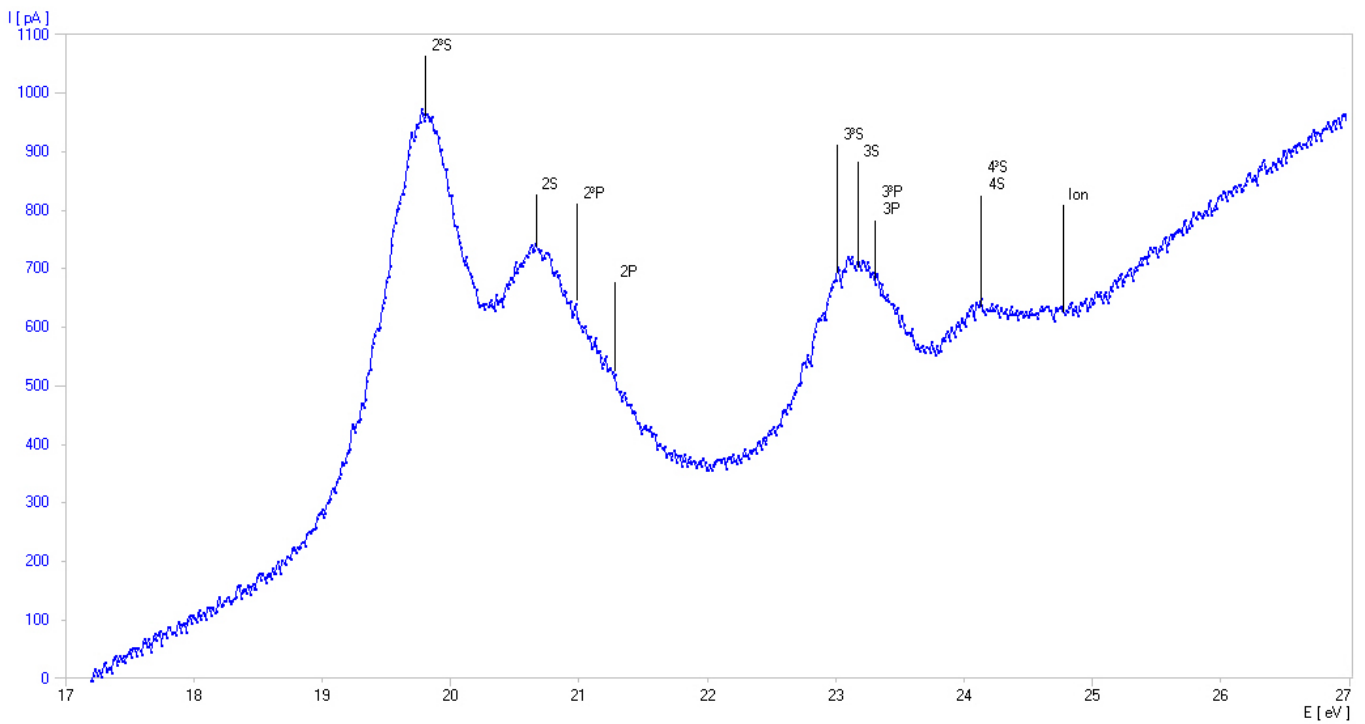

Fig. 5: Corrente de coletor I_R em dependência da tensão de aceleração U_A .
- No diagrama medido identificar os potenciais críticos listados na Tab. 1 (ver Fig. 5).